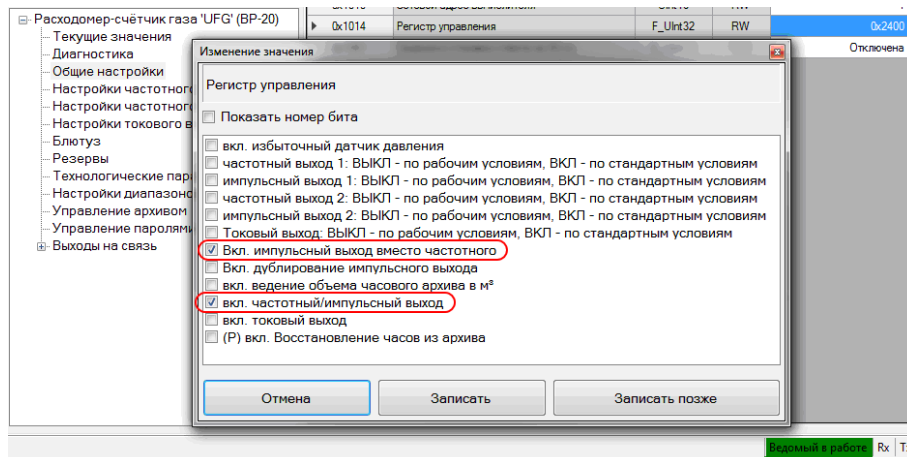

Рисунок 2.28
2.16.4.1 Информация об рабочем расходе газа поступает с импульсного выхода УПР на соответствующий вход корректора. Включение импульсного выхода осуществляется настройкой регистра управления электронного блока корпуса ВР-20 УПР (включение функции импульсного выхода и выбор именно импульсного режима работы) (рисунок 2.28).